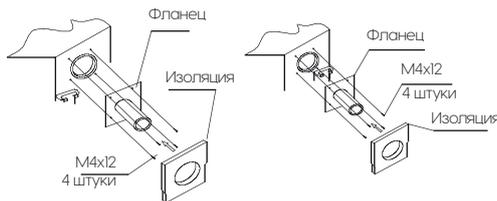

Рис. 14
7. Закрепите фланец и заизолируйте его (Рис. 14).